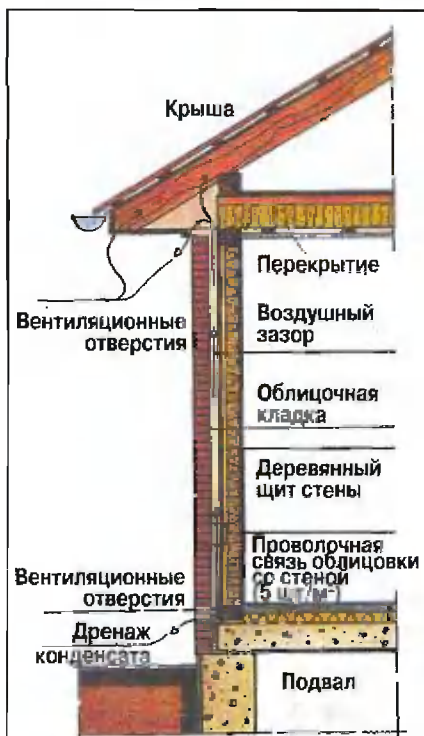

Рис. 1. Конструктивная схема наружной стены сборного дома с циркуляцией воздуха между несущей стеной и облицовочной кирпичной кладкой
(рис. 1). Эта работа осложнялась тем, что нам надо было жить в реконструируемом доме. Проблему решили благодаря тому, что мы сохранили в целостности первоначальную крышу, а новую соорудили над ней. Для этого пришлось удалить лишь некоторое количество кровельного материала, чтобы обеспечить доступ к старому каркасу.
**Рис. 1. Изменение очертаний крыши. Чтобы переделать первоначальную крышу «мансардного» типа, мы решили удлинить ее верхнюю часть, сделав единый уклон вдоль всего ската**
Наиболее распространенной при строительстве сборных домов является наружная оболочка из облицовочного или клинкерного кирпича, отстоящая на некотором расстоянии от основной несущей стены (рис. 1). Это обеспечивает циркуляцию воздуха между ними. В отличие от стены с наружной декоративной кладкой такая конструкция обеспечивает более эффективную защиту фасада от влаги.